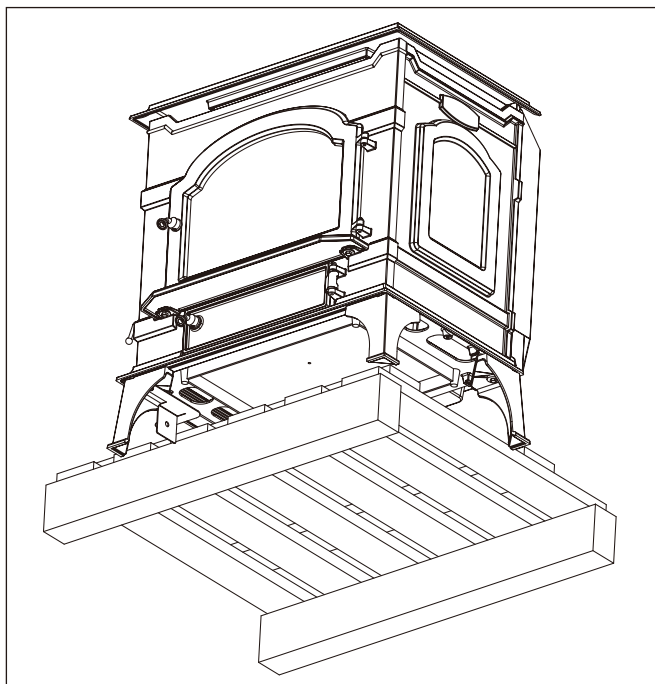

図4 後ろ脚が取り付けられるように、ストーブをずらしします。
- 7) ストーブの後ろ脚についても同じ作業ができるよう、ストーブを回します。6)と同じ手順で、脚を取り付けてください。(図4)